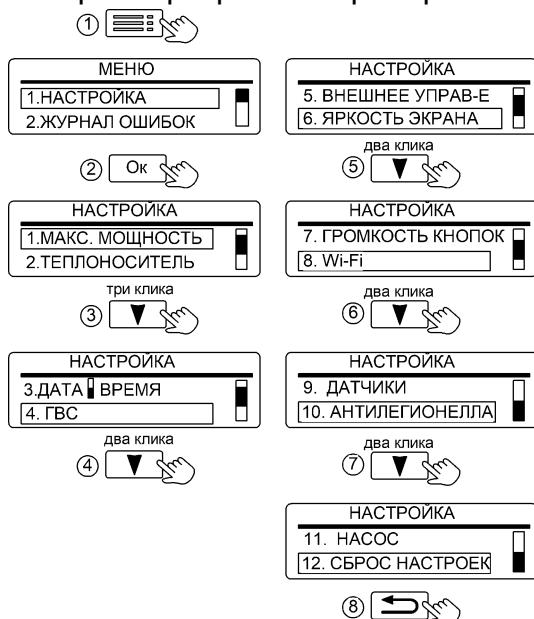

Рисунок 15. Вид вкладки настройка
11.1 Во вкладке **«НАСТРОЙКА»**, (см. рис. 15), настраиваются внутренние параметры работы прибора.